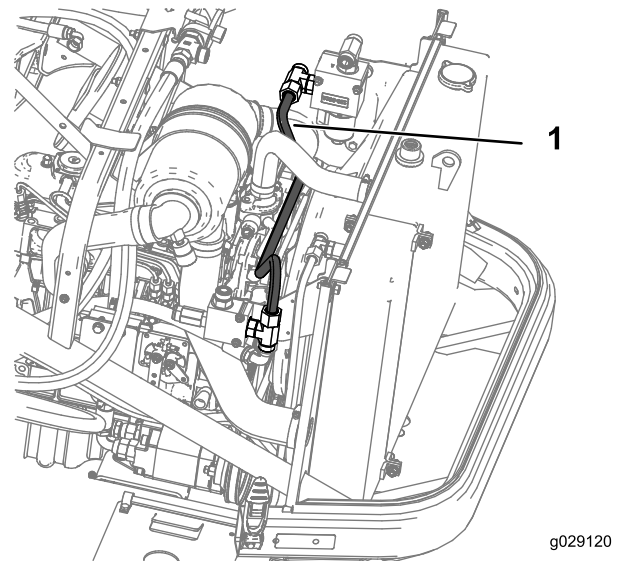

図 29
9. 図 29 に示すように、油圧ホースDを、右側マニホルダアセンブリのT字アダプタフィッティング 5/8 インチ、オス から、左側マニホルダアセンブリのT字アダプタフィッティング 5/8 インチ、オス に取り付ける。